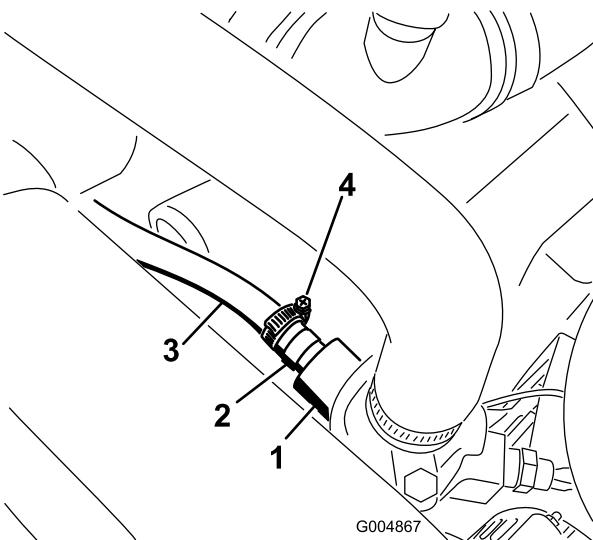

Figura 16
- Instale o encaixe adaptador do tubo na estrutura do termostato do motor (Figura 16).
- Ligue a extremidade solta da mangueira de pressão ao encaixe adaptador da estrutura do termostato do motor (Figura 16).
Nota: Fixe a mangueira no encaixe adaptador com uma braçadeira de tubos. Encaminhe o tubo por baixo do filtro de ar, conforme indicado na Figura 16.
Nota: Encaminhe os tubos afastando-os de quaisquer objetos quentes, rotativos ou afiados. Prenda os dois tubos acopladores juntos com uma braçadeira, como se mostra na Figura 16.